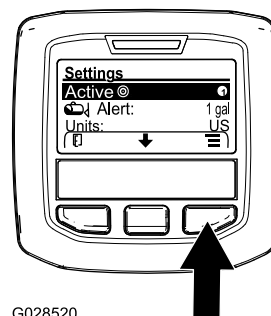

Figura 59
- Carregue no botão de seleção central para realçar a definição da taxa de aplicação ativa (Figura 59).
- Carregue no botão de seleção direito para alternar entre a taxa de aplicação 1 e 2 (Figura 59).